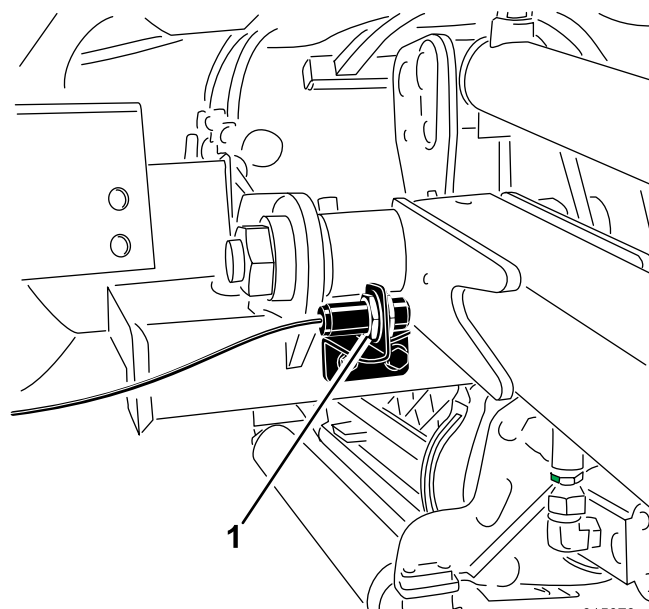

Figura 40
2. L'interruttore del braccio di sollevamento è situato dietro il braccio di sollevamento anteriore destro (Figura 40).
3. Allentate le viti di attacco dell'interruttore (Figura 40) e alzate l'interruttore per aumentare l'altezza d'inversione del braccio di sollevamento, o abbassate l'interruttore per ridurla. Serrate le viti di fissaggio.